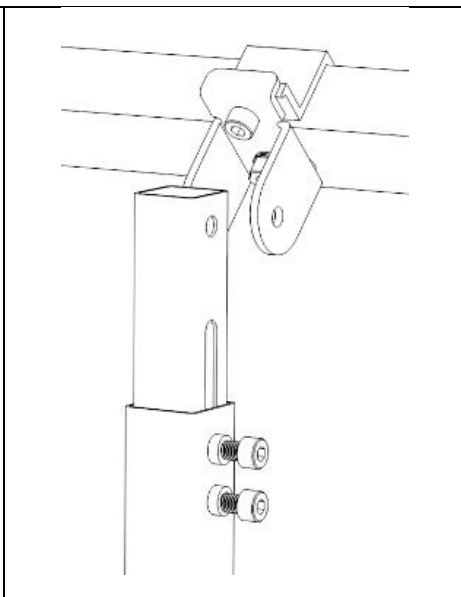

Bild 12
- Richten Sie die Löcher des Halters (C1) und des Rückbeins (B) aufeinander aus (Bild 12).